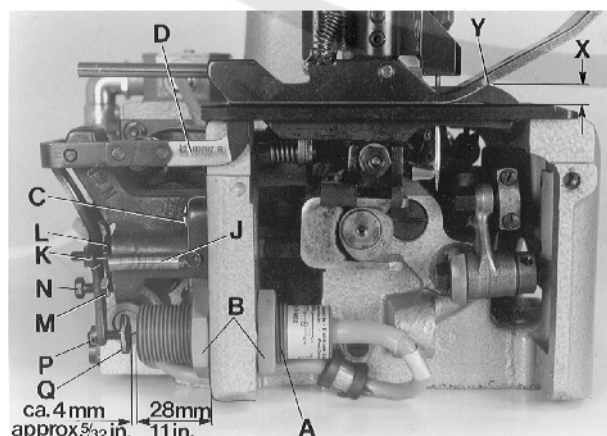
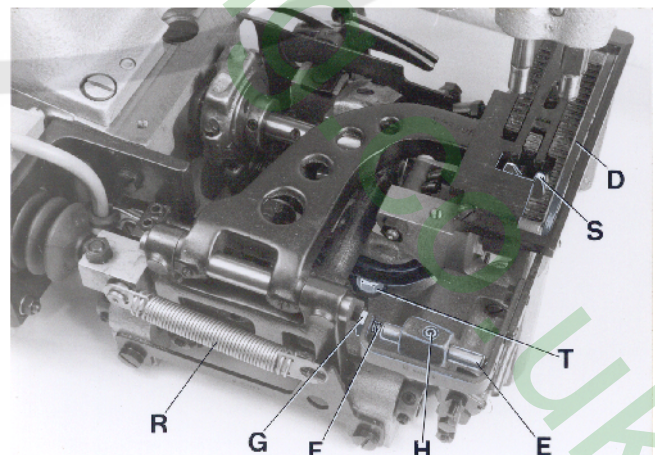

Fig. 14
Fig. 15
Remove cloth plate and left end cover. Mount the electronic proximity switch (A, Fig. 14) to the dimension of 28 mm (1.1"), as shown in Fig. 14.
The feeler (D, Figs. 14 and 15) is adjusted initially with the two fastening screws (C, Fig. 14) for the feeler support bracket.
The feeler (D, Figs. 14 and 15) should not have any lateral play but should turn readily. For this, adjust the centering shaft (E, Fig. 15) with centering screw (F) and lock nut (G) accordingly.
Loosen screw (H, Fig. 15) and center the feeler (D) in the throat plate and presser foot slot, by moving the centering shaft (E) laterally. The feeler must turn readily. Retighten screw (H).
Hang in tension spring (J, Fig. 14).
The feeler should be set as high as possible. The dimension (X, Fig. 14) between upper throat plate surface and upper edge of feeler at the bag entrance zone, should not be less than 7 mm (.275") on styles 80800R, RL, S and SL, and not less than 7.5 mm (.295") on styles 80800TL, TAL, U, UA, UL and UAL.
For adjustment loosen nut (K, Fig. 14) and turn-off screw (L), so that the head of screw does not contact the magnet in the feeler support bracket. Loosen nut (M) and turn the feeler stop screw (N) in or out, as required, to adjust the correct feeler height.
NOTE: When the presser foot rests on the throat plate (feed dog below throat plate), the distance between upper edge of feeler and lower edge of the feeler slot cut-out in the presser foot (see Y, Fig. 14) should be approx. 1 mm (.040") on styles 80800R, RL, S and SL, and approx. 2 mm (.080") on styles 80800TL, TAL, U, UA, UL and UAL.
Secure the set feeler height with lock nut (M, Fig. 14).
Entfernen Sie die Stoffplatte und das linke Abschlußblech. Montieren Sie den elektronischen Annäherungsschalter (A, Fig. 14), wie in Fig. 14 gezeigt, auf das Maß 28 mm.
Mit den beiden Befestigungsschrauben (C, Fig. 14) für den Taster-Lagerbock wird der Taster (D, Fig. 15 und 15) vorläufig ausgerichtet.
Der Taster (D, Fig. 15 und 15) darf kein seitliches Spiel haben, muß sich aber ganz leicht drehen. Stellen Sie dazu die Zentrierachse (E, Fig. 15) mit dem Zentrierstift (F) und die Kontermutter (G) entsprechend ein.
Lösen Sie die Schraube (H, Fig. 15) und vermitteln Sie den Taster (D) durch seitliches Verschieben der Zentrierachse (E) im Stichplatten- und Drückerfußschlitz. Der Taster muß sich frei bewegen können. Ziehen Sie die Schraube (H) wieder an.
Hängen Sie die Zugfeder (J, Fig. 14) ein. Der Taster soll so hoch wie möglich eingestellt sein. Das Maß (X, Fig. 14) zwischen Stichplattenoberfläche und Tasteroberkante in der Sackeinlaufzone darf bei den Maschinen 80800R, RL, S und SL nicht kleiner als 7 mm und bei den Maschinen 80800TL, TAL, U, UA, UL und UAL nicht kleiner als 7,5 mm sein.
Zur Einstellung lösen Sie die Mutter (K, Fig. 14) und drehen die Schraube (L) soweit zurück, daß der Schraubenkopf den Magneten im Taster-Lagerbock nicht berühren kann. Lösen Sie die Mutter (M) und drehen Sie die Taster-Anschlagschraube (N) entsprechend ein oder aus bis die richtige Tasterhöhe erreicht ist.
BEACHTEN SIE: Wenn der Drückerfuß auf der Stichplatte aufliegt (Transporteur unter der Stichplatte), soll zwischen Oberkante Taster und Unterkante Tasteraussparung im Drückerfuß (siehe Y, Fig. 14) bei den Maschinen 80800R, RL, S und SL ein Abstand von etwa 1 mm und bei den Maschinen 80800 TL, TAL, U, UA und UAL ein Abstand von etwa 2 mm sein. Sichern Sie die eingestellte Tasterhöhe durch Kontern der Mutter (M, Fig. 14).
The switching pressure on the feeler is set with screw (K, Fig. 14).
NOTE: The closer the head of screw (K, Fig. 14) to the magnet the higher the switching pressure on the feeler. Secure the position of screw (K) with lock nut (L).
The electrical switching point of the proximity switch (A, Fig. 14) is determined by screw (Q, Fig. 14). The distance between screw head and the face of the proximity switch is approx. 4 mm (5/32") (see Fig. 14), when the feeler is in home position. This distance of 4 mm (5/32") is not exactly the same for all switches. Connect the machine electrically. With feeler in home position set the proper switching point as follows:
Loosen nut (P, Fig. 14). Turn screw (Q) away from switch, until the switch switches on. Then turn screw (Q) slowly towards the switch, until the switch switches off. Now turn screw (Q) a further 1/2 turn towards the switch. Secure this position of screw (Q) with lock nut (P).
When the solenoid on styles 80800R and S or the air cylinder on styles 80800RL and SL for the chain cutter (S, Fig. 15) is not activated and the chain cutter is in its home position below the throat plate, the knife tips of the chain cutter (S) should be positioned 0.5 mm (.020") below the throat plate top surface.
To obtain this setting, adjust the knife lever stop screw with lock nut (T, Fig. 15) in the bottom of the bed casting accordingly. The slotted thread end of screw (T) is accessible from the bottom of the bed casting for adjustment.
In cutting position, above the throat plate, the cutting edges of the chain cutter (S, Fig. 15) should overlap by 0.3 mm (.012") to assure a proper thread chain cutting.
On styles 80800R and S with solenoid operated chain cutter the core of solenoid (C, Fig. 16) must rest firmly on the solenoid (D) while adjusting the overlapping of the knife cutting edges of the chain cutter. Unhook pull-back spring (R, Fig. 15) and press the solenoid rod against the solenoid until the core of solenoid (C, Fig. 16) butts on the solenoid (D). Loosen nut (A, Fig. 16) and move clamp (B) on the solenoid rod to the left or right, until the cutting edges overlap approx. 0.3 mm (.012"). Retighten nut (A) and replace pull-back spring (R, Fig. 15).
Der Schalldruck am Taster wird mit der Schraube (K, Fig. 14) eingestellt.
BEACHTEN SIE: Je näher der Schraubenkopf der Schraube (K, Fig. 14) am Magneten ist, umso höher ist der Schalldruck am Taster, Sichern Sie die Stellung der Schraube (K) durch Kontern der Mutter (L).
Mit der Schraube (Q, Fig. 14) wird der elektrische Schaltpunkt des Annäherungsschalters (A, Fig. 14) bestimmt. Der Abstand zwischen Schraubenkopf und Stirnfläche des Annäherungsschalters beträgt in Ruhestellung des Tasters etwa 4 mm (siehe Fig. 14). Dieser Abstand von 4 mm ist nicht bei allen Schaltern genau gleich. Schließen Sie die Maschine elektrisch an. Der genaue Schaltpunkt wird in Ruhestellung des Tasters wie folgt eingestellt: Lösen Sie die Mutter (P, Fig. 14). Drehen Sie die Schraube (Q) vom Schalter weg bis der Schalter einschaltet. Dann drehen Sie die Schraube (Q) langsam zum Schalter hin, bis der Schalter ausschaltet. Drehen Sie dann die Schraube (Q) noch 1/2 Umdrehung weiter zum Schalter hin. Sichern Sie die Stellung der Schraube (Q) durch Kontern der Mutter (P).
Wenn der Elektromagnet bei den Maschinen 80800R und S, oder der Luftzylinder bei den Maschinen 80800RL und SL für die Kettenschere (S, Fig. 15) nicht aktiviert ist und die Kettenschere in ihre Ausgangslage unter der Stichplatte ist, sollen die obersten Messerkanten der Kettenschere (S) etwa 0,5 mm unter der Stichplattenoberfläche stehen.
Stellen Sie dazu die Messerhebel-Anschlagschraube mit Kontermutter (T, Fig. 15) unten im Gehäuseguß entsprechend ein. Das geschlitzte Gewindeende der Schraube (T) ist zur Einstellung von der Unterseite des Gehäuse aus zugänglich.
In Schneidstellung über der Stichplatte sollen sich die Messerschneiden der Kettenschere (S, Fig. 15) etwa 0,3 mm überlappen, damit die Fadenkette einwandfrei abgeschnitten wird.